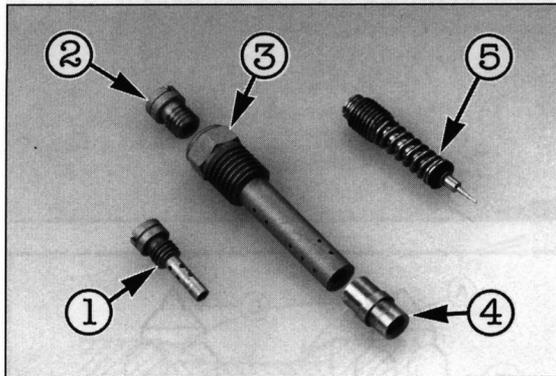

Bild 109
- Schwimmergehäusedeckel mit neuem, geöltem Dichtring, der sauber in Nut sitzt, versehen (Bild 109), von unten mit vier Schrauben befestigen.